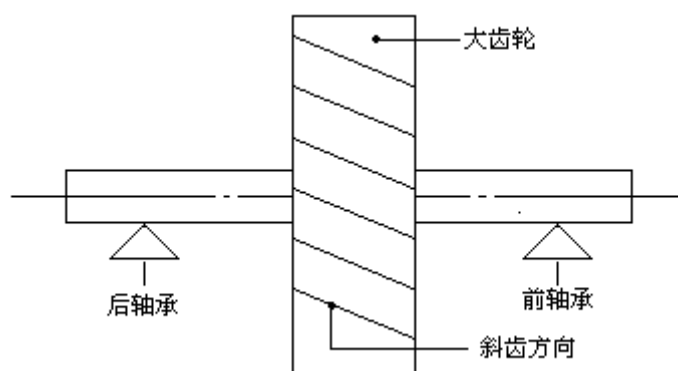

图 7.1 大齿轮斜齿螺旋角的旋转方向
- 图 7.1 所示为大齿轮斜齿螺旋角的旋转方向为顺时针方向，与之相反的则定义为逆时针方向。